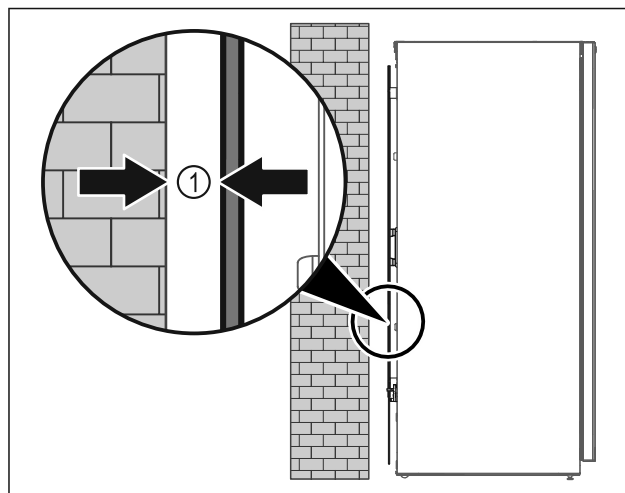

Fig. 10
► Instalați aparatul fie liber în încăperea sau direct la un perete cu o distanță minimă de 5 mm Fig. 10 (1).